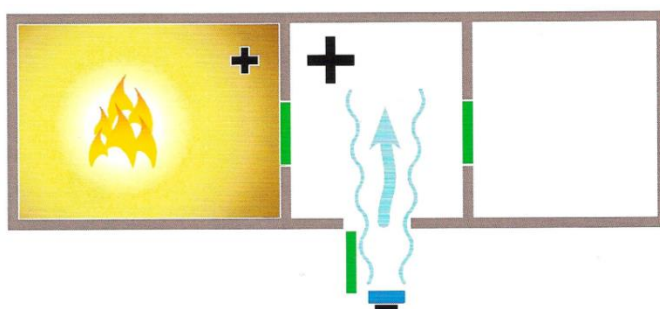

Figura 6. Pressurització d'altres compartiments
- Es podrà usar la VPP per a evitar que els gasos de l'incendi arriben a recintes on aquest encara no s'ha propagat i protegir així aquests espais i possibles vies d'evacuació. Vegeu la figura 6.